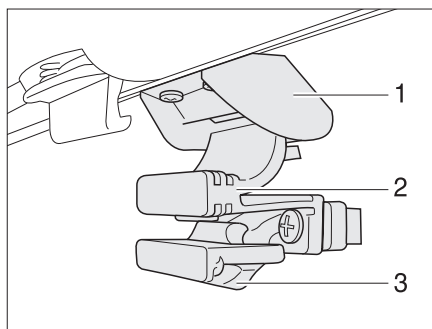

Fig. 48 Fenêtre dans la porte de cellule
- Pousser la sécurité (Fig. 48,3) vers le bas.
- Presser la poignée (Fig. 48,2) et faire glisser la fenêtre vers le bas.
- Faire glisser la fenêtre vers le haut jusqu'à ce que la poignée (Fig. 48,2) se verrouille dans le verrouillage (Fig. 48,1).